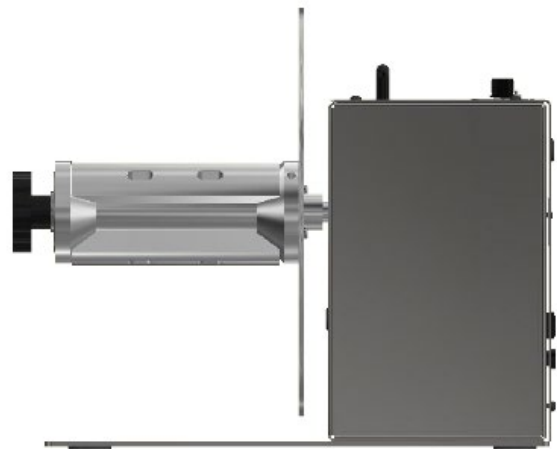
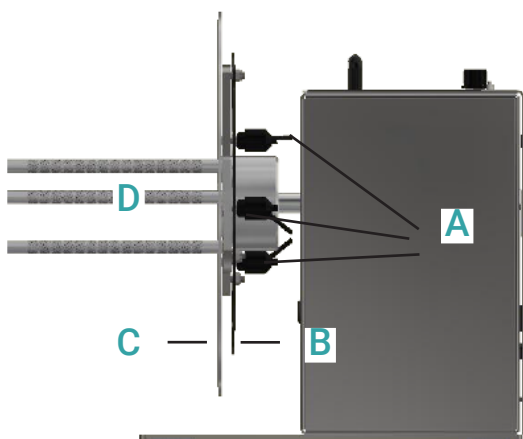

FIG. 2
FIG. 3
- The UCAT-1 (FIG.3) employs an adjustable core holder enabling the use of varying core sizes, for maximum flexibility
- The UCAT-1-CHUCK (FIG.2) includes a quick-locking "Quick-Chuck" core chuck permitting the fastest loading and unloading of cores and label rolls
- CHUCK (FIG.2): Mount the inner Flange onto the Quick-Chuck with two screws provided.
- ACH (FIG.3): Slide the Hub of the ACH over the motor Shaft of the CAT. Position the Hub so there is a gap between the ACH Hub and the Rewinder Drive Unit case. Tighten the set Screw onto the flat part of the Motor Shaft until it is tight.
USING THE ACH (FIG.3)
- Das UCAT-1 (ABB.3) verfügt über einen einstellbaren Kernhalter, der die Verwendung unterschiedlicher Kerngrößen für maximale Flexibilität ermöglicht • Das UCAT-1-CHUCK (ABB.2) enthält ein schnell arretierendes „Quick-Chuck“-Kernfutter ermöglicht schnellstes Be- und Entladen von Hülsen und Etikettenrollen